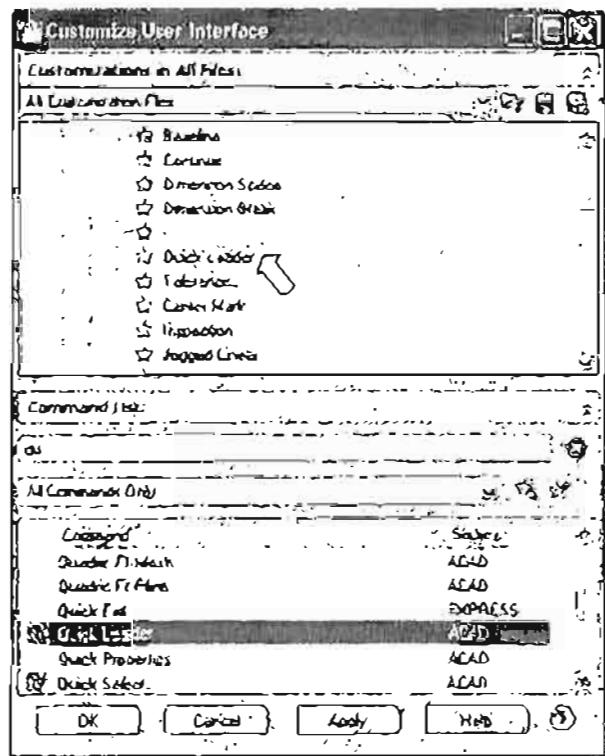

Рис. 1.43. Перетаскивание кнопки из панель инструментов
- Удерживая левую клавишу мыши нажатой, перетащите имя кнопки с пиктограммой на поле панели инструментов в нужное место и отпустите клавишу. Команда Quick Leader добавлена на панель инструментов Dimension (Размеры) (рис. 1.43).